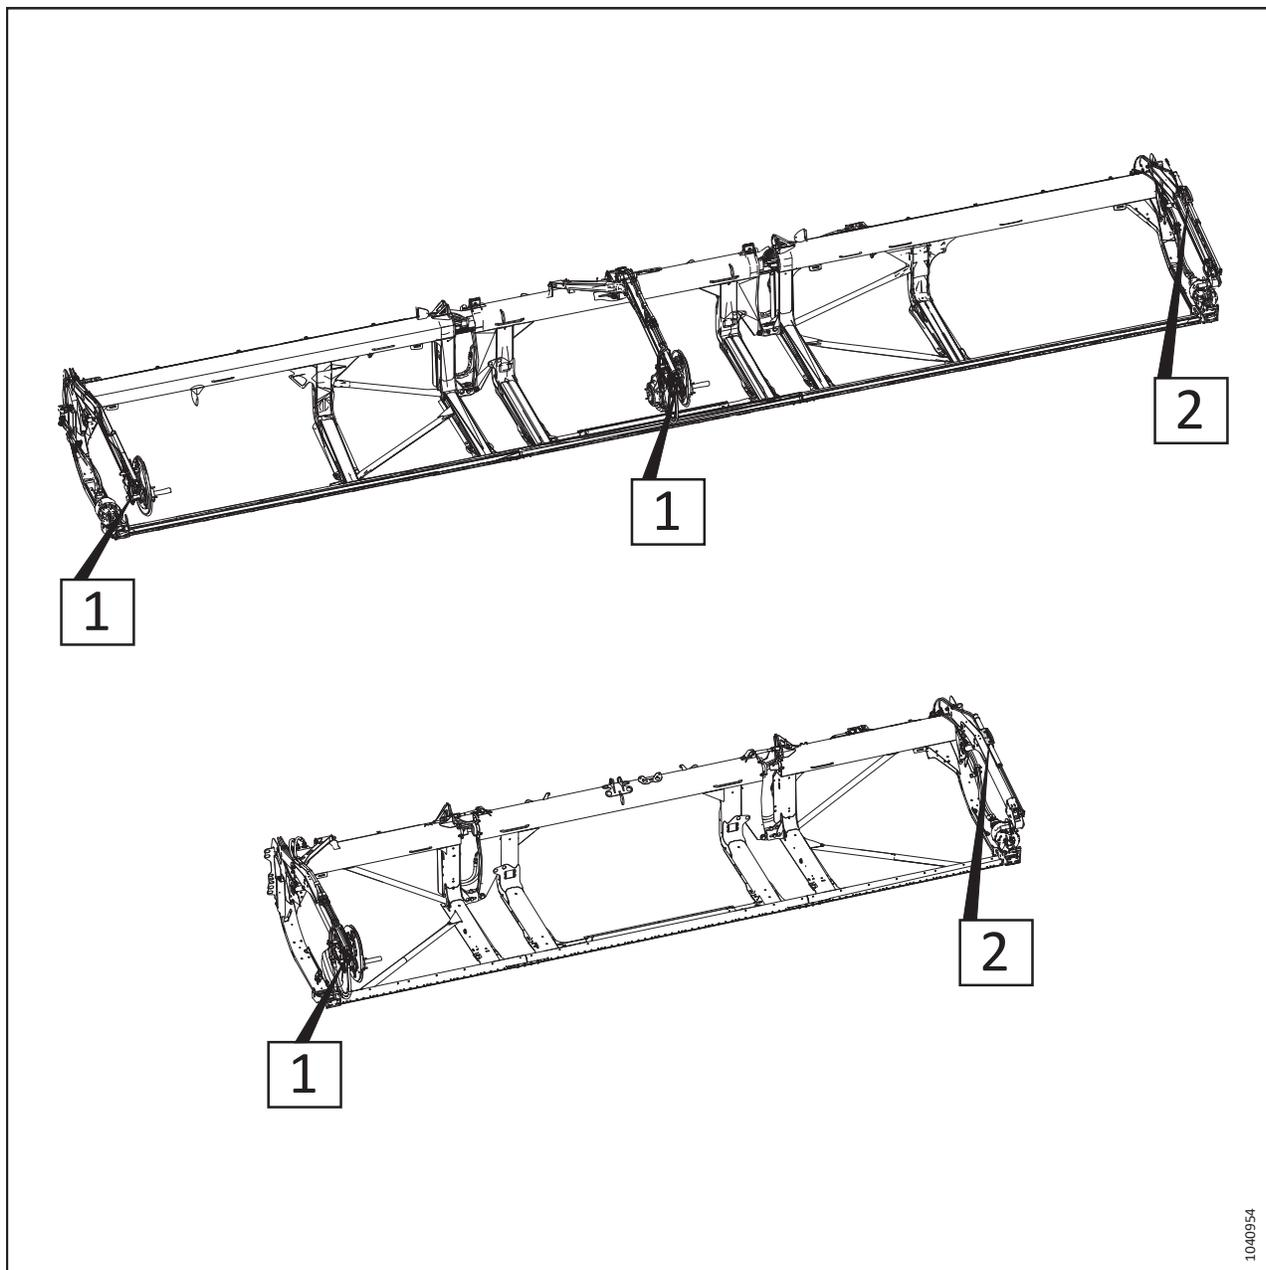

Figure 3.271: Vérins avant-arrière réglables – Numéros de référence des procédures
5. Consultez la figure 3.271, page 207 pour trouver les procédures de réglage des vérins avant-arrière adaptées à votre type de plateforme. Le numéro sur l'illustration se rapporte à l'une des procédures suivantes :